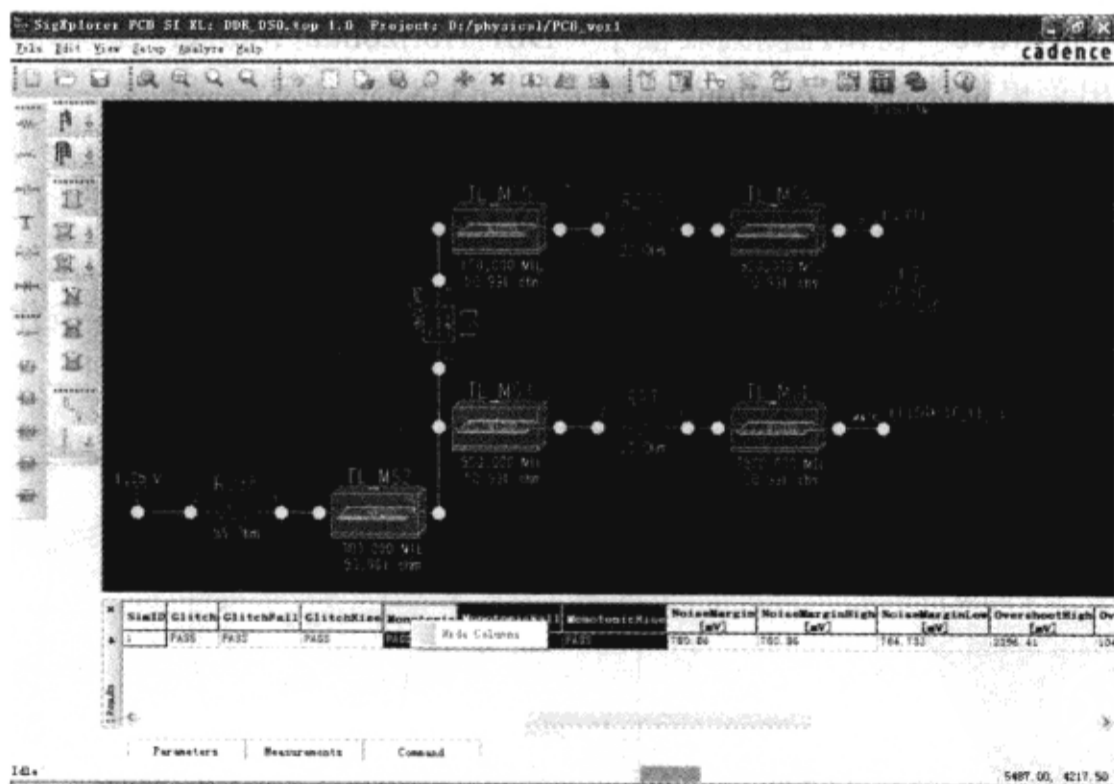

图 3-8-54 隐藏仿真结果
(2) 在 SigXplorer PCB SI XL 的 “Results” 栏表格中按下鼠标左键→拖动指针选择 “Monotonic (单调性)”、“MonotonicRise (单调上升)” 和 “MonotonicFall (单调下降)” → 单击鼠标右键选择这些栏→从弹出菜单选择 “Hide Columns”, 如图 3-8-54 所示。